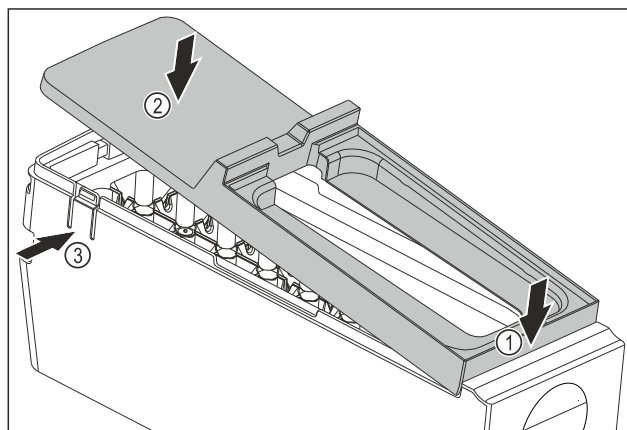

Fig. 147
- Montaż osłony korpusu EasyTwist-Ice: Osłonę założyć od przodu. Fig. 147 (1)
- Opuścić osłonę z tyłu. Fig. 147 (2)
- Osłona zatrzaskuje się słyszalnie w obu nakładkach Fig. 147 (3).